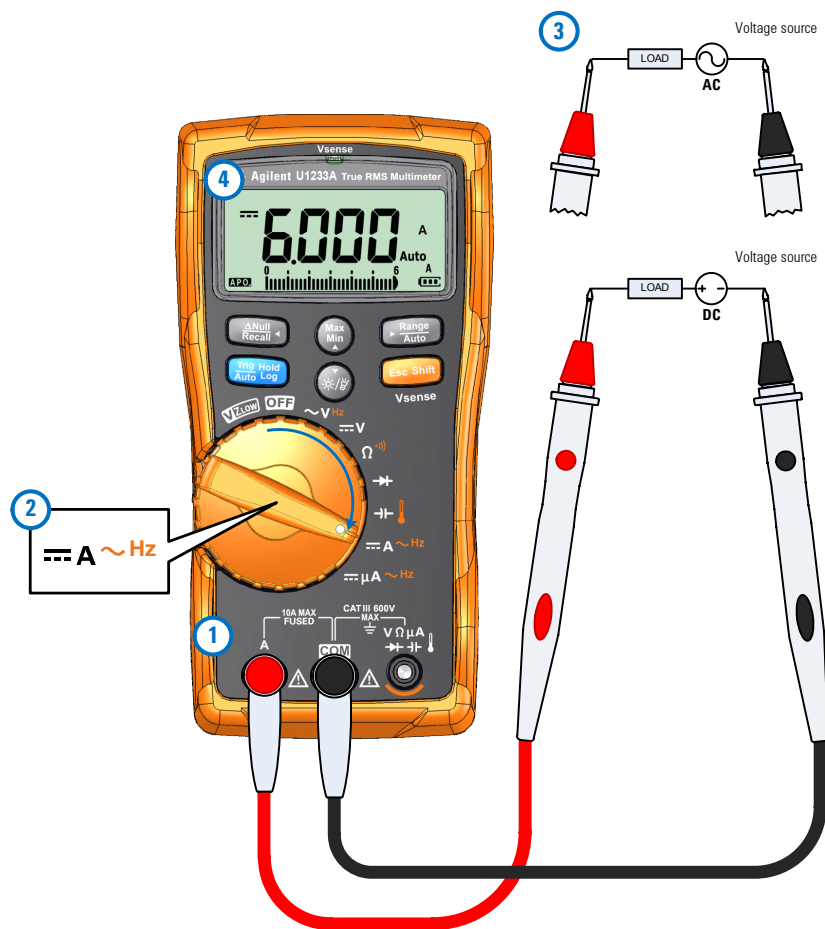
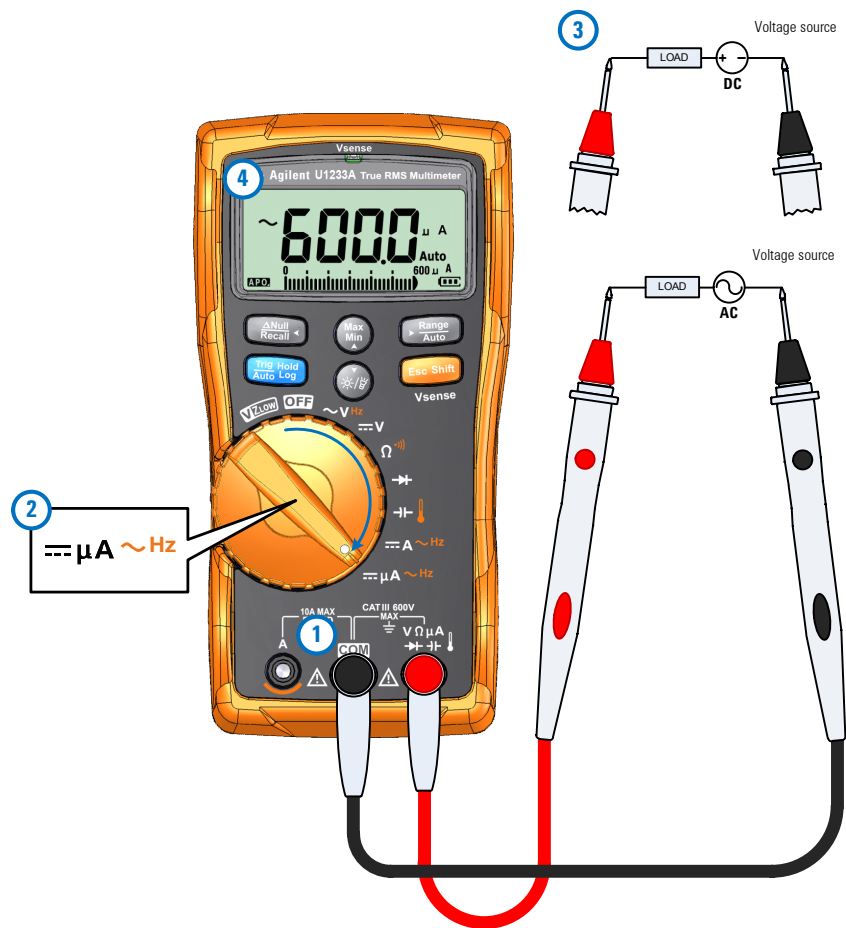

Figura 2-24 Medir corrente CC/CA (até A)
Figura 2-25 Medir corrente CA/CC (até μA)
Configure o multímetro para medir a corrente CA ou CC como mostrado na Figura 2-24 e na Figura 2-25. Aplique as pontas de prova nos pontos de medida e leia o mostrador.
- 1** Configure o multímetro para fazer medições de μA como mostrado na **Figura 2-25**.